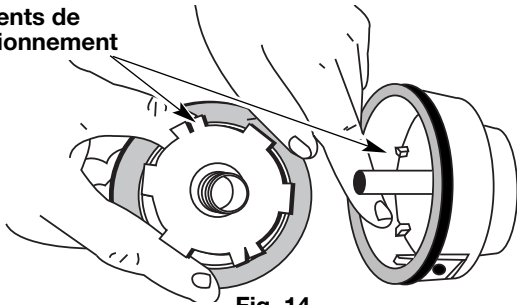

Fig. 14
- Vérifiez l'état d'usure des dents de positionnement sur le moulinet intérieur et la bobine extérieure (Fig. 14). Enlevez les ébarbures ou remplacez le moulinet et la bobine au besoin.